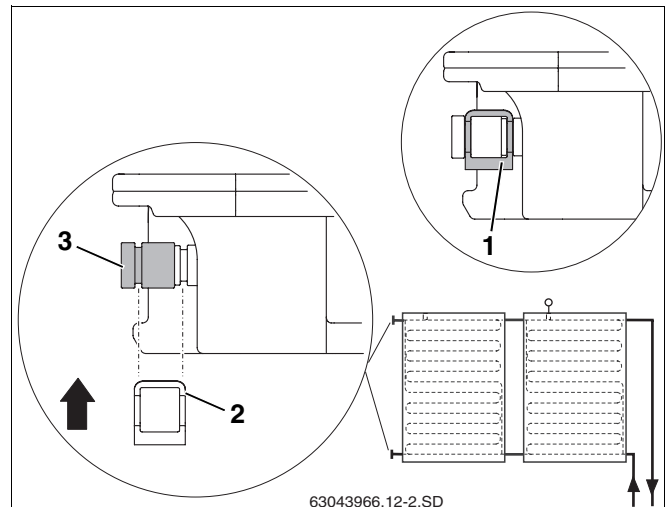

Abb. 42 Verschlusskappe mit Klammer sichern
- Verschlusskappe mit den O-Ringen (Abb. 42, **Pos. 3**) auf den Kollektoranschluss schieben.
- Klammer (Abb. 42, **Pos. 2**) zur Sicherung des Anschlusses über Verschlusskappe und Kollektoranschluss schieben.
- VORSICHT!** ● Sichern Sie jede Verschlusskappe mit einer Klammer (Abb. 42, **Pos. 1**).